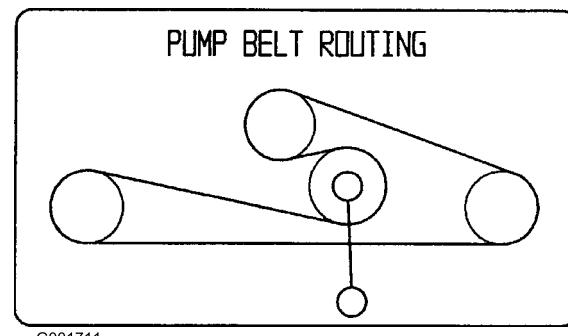

Figure 56
1. Abaissez la poulie de tension rappelée par ressort et enlevez la courroie des poulies du moteur et de la pompe hydraulique (Figure 56). Retirez la courroie entre les poulies.
2. Montez la courroie neuve sur les poulies du moteur et des pompes hydrauliques (Figure 56).
3. Abaissez la poulie de tension rappelée par ressort et alignez-la sous la courroie de transmission, puis relâchez-la (Figure 56).